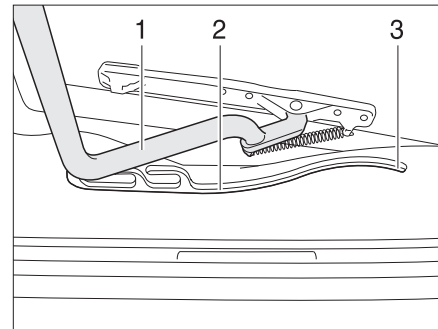

Fig. 43 Lanterneau Heki, glissière
- Tirer l'étrier (Fig. 43,1) dans les glissières (Fig. 43,2) jusqu'à la position la plus reculée (Fig. 43,3).
- Pousser l'étrier (Fig. 43,1) légèrement vers le haut avec les deux mains.
- Tirer l'étrier dans les glissières (Fig. 43,2) jusqu'à la position souhaitée.